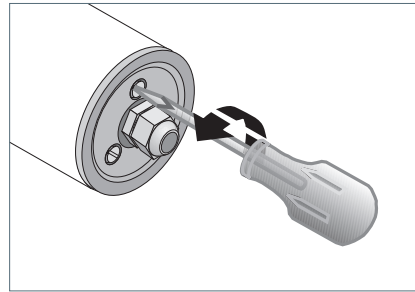

Fig. 7: Seitenteil A öffnen.
- ▶ Lösen Sie die drei Schrauben an der Anschlussseite um ca. 3 bis 4 Umdrehungen, siehe Fig. 7.